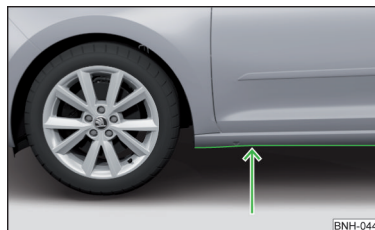

Fig. 193
- » Înainte de traversarea zonei inundate, stabiliți adâncimea apei. Nivelul apei poate să ajungă maxim până la marginea inferioară a pragului » fig. 193.